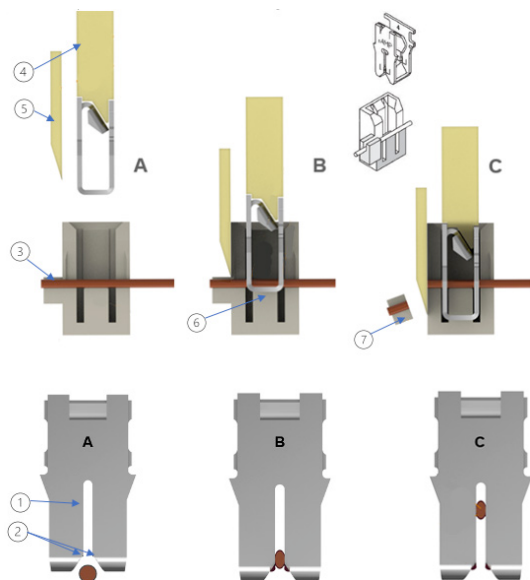

Abbildung 4: Einsetzen des MAG-MATE Kontakts
MAG-MATE Kontaktlösung: Abbildung 4 zeigt, wie MAG-MATE Kontakte eine lötfreie Motorverbindung erreichen. Diese Verbindung besteht aus einem IDC-Schlitz (1) mit Abisolierflanken (2) an zwei Punkten jedes Lackdrahtes. Nachdem der Lackdraht in den Kontaktkammern (3) eingelegt wurde, wird der Kontakt mit dem MAG-MATE Kontakteinsetzer, der einen Einsetzfinger (4) und eine Trimmklinge (5) enthält, eingeführt. Die Abisolierflanken entfernen beim Einführen die Isolierung und drücken den blanken Draht in den Schlitz, wobei der Stützamboss (6) den Draht in Position hält. In diesem Schritt werden auch der Draht und der Drahtstützblock (7) abgeschnitten, um eine feste und zuverlässige Verbindung zu gewährleisten.